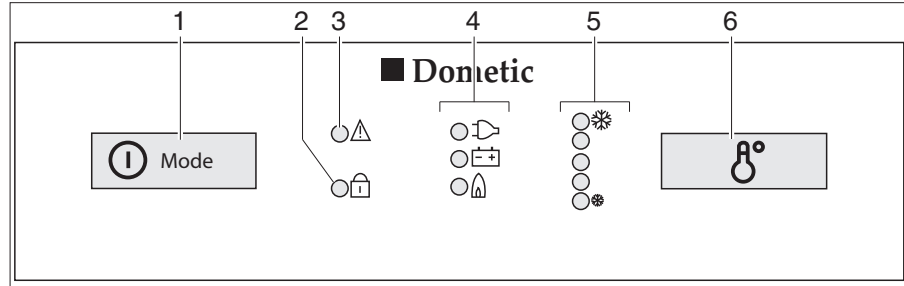

Fig. 244 Boutons de commande pour le réfrigérateur (Dometic Série 8 avec SMSE)
- Appuyer sur le commutateur/sélecteur de source d'énergie (Fig. 244,1) pendant 2 secondes pour mettre l'appareil en marche. La DEL du dernier mode de fonctionnement sélectionné s'allume.
- Si nécessaire, appuyer brièvement plusieurs fois sur le commutateur/sélecteur de source d'énergie (Fig. 244,1) jusqu'à ce que le voyant de contrôle gaz "🔥" s'allume. L'arrivée de gaz est ouverte. L'allumage s'effectue de manière automatique. Un tic-tac est distinctement perceptible jusqu'à ce que la procédure d'allumage soit effectuée avec succès.
- Régler la température de réfrigération avec l'interrupteur réglage de la température (Fig. 244,6).
- Si nécessaire, appuyer brièvement plusieurs fois sur le commutateur/sélecteur de source d'énergie (Fig. 244,1) jusqu'à ce que le voyant de contrôle 230 V "⚡" s'allume.
- Si nécessaire, appuyer brièvement plusieurs fois sur le commutateur/sélecteur de source d'énergie (Fig. 244,1) jusqu'à ce que le voyant de contrôle 12 V "⊕ ⊖" s'allume.